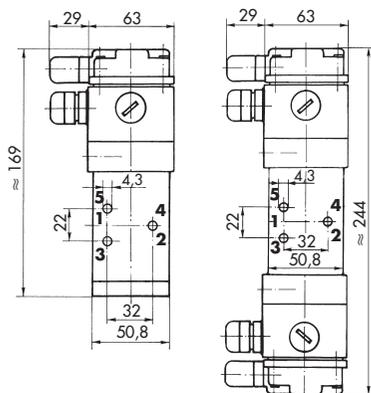

Fig. 3 · Dimensions en mm
- Ces appareils peuvent être fixés avec des vis pour des trous non taraudés (fig. 3).